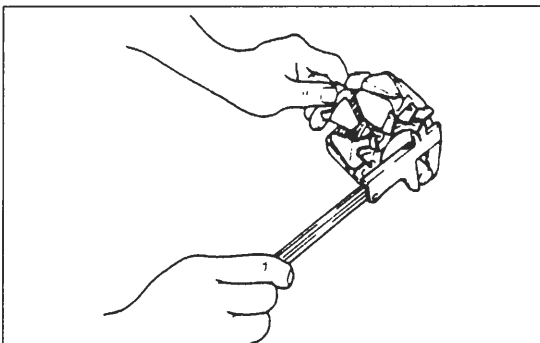

Bild 108
- Aussendurchmesser des Schleifrings muss minimal 14,0 mm betragen (Bild 108).